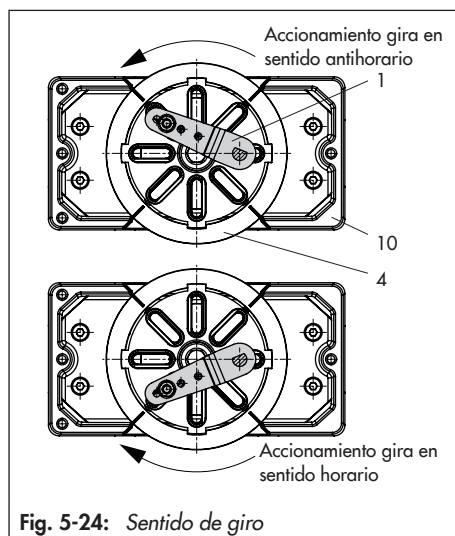

Fig. 5-24: Sentido de giro
- Colocar la rueda de acoplamiento (4) en la ranura del vástago del accionamiento o bien del adaptador (3) y fijarlo mediante el tornillo (4.1) y la arandela de presión (4.2).
- Desatornillar el pin (2) estándar de la palanca M (1) del posicionador. Atornillar el pin transmisor ($\varnothing 5$ mm) del kit de montaje en la posición de pin 90° .
- Cuando sea necesario, montar en el posicionador el conector para manómetro (7) con manómetro o si se requieren rosas de conexión G $\frac{1}{4}$, la placa de conexiones (6), asegurando que las juntas (6.1) se alojen en su lugar. En accionamientos rotativos de doble efecto sin resortes, se necesita montar un amplificador inversor, ver cap. 5.6.7.
- Colocar el posicionador en la caja adaptadora (10) y fijarlo. Teniendo en cuenta el sentido de giro del accionamiento, alinear la palanca (1) para que quede en la ranura de la rueda de acoplamiento con su pin (Fig. 5-24).